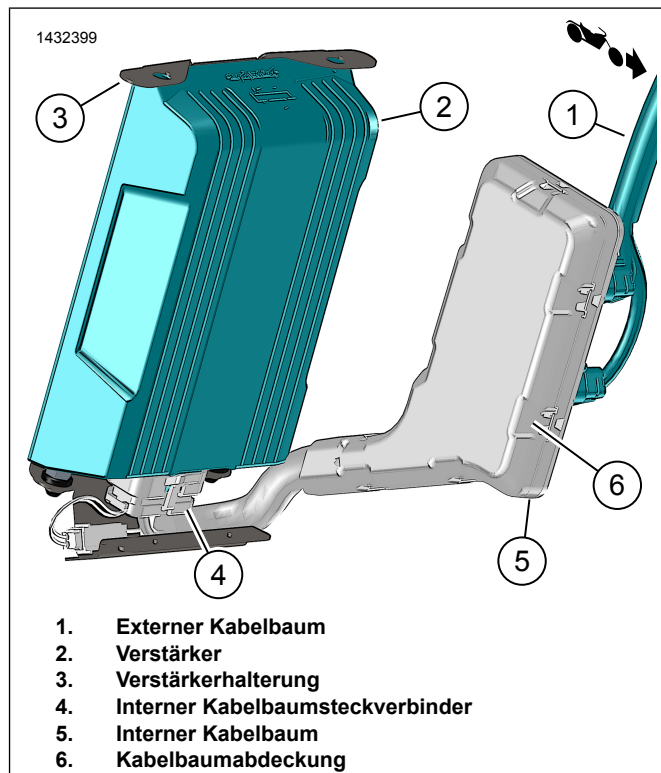

Abbildung 14. Rechte Satteltasche Verstärker Montage
6. Abbildung 14 Den internen Kabelbaum-Steckverbinder (4) am Verstärker (2) anschließen.
10. Abbildung 14 Die Kabelbaumabdeckung (6) einbauen.